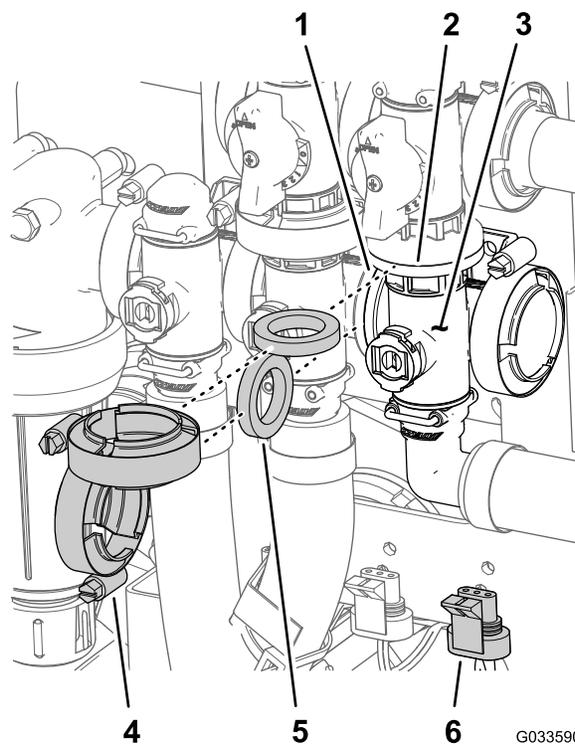

Рисунок 102
- Снимите фланцевые хомуты и прокладки крепления коллектора главного клапана стрелы (Рисунок 102) к главному клапану перепуска стрелы, клапану перемешивания и прямоугольному фланцевому угловому штуцеру (на конце шланга расходомера).